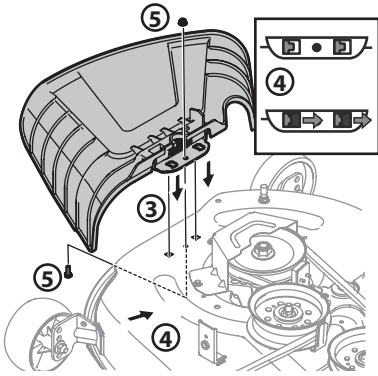

Figura 18
3. Ubique el deflector del canal en la plataforma, asegúrese de insertar las lengüetas de dicho deflector en los orificios de la plataforma. Consulte la Figura 18.
4. Deslice el deflector del canal hacia la parte posterior del tractor hasta que el orificio del perno que está en el deflector del canal quede alineado con el orificio de la plataforma. Consulte la Figura 18.
5. Sujete el deflector del canal en su lugar con la tuerca de seguridad con brida y el tornillo hexagonal que se extrajeron en el paso dos. Ajuste hasta 102-124 pulgadas-libras (11.5-14 N-m). Consulte la Figura 18. Pase a Ajuste de las Ruedas de la Plataforma.